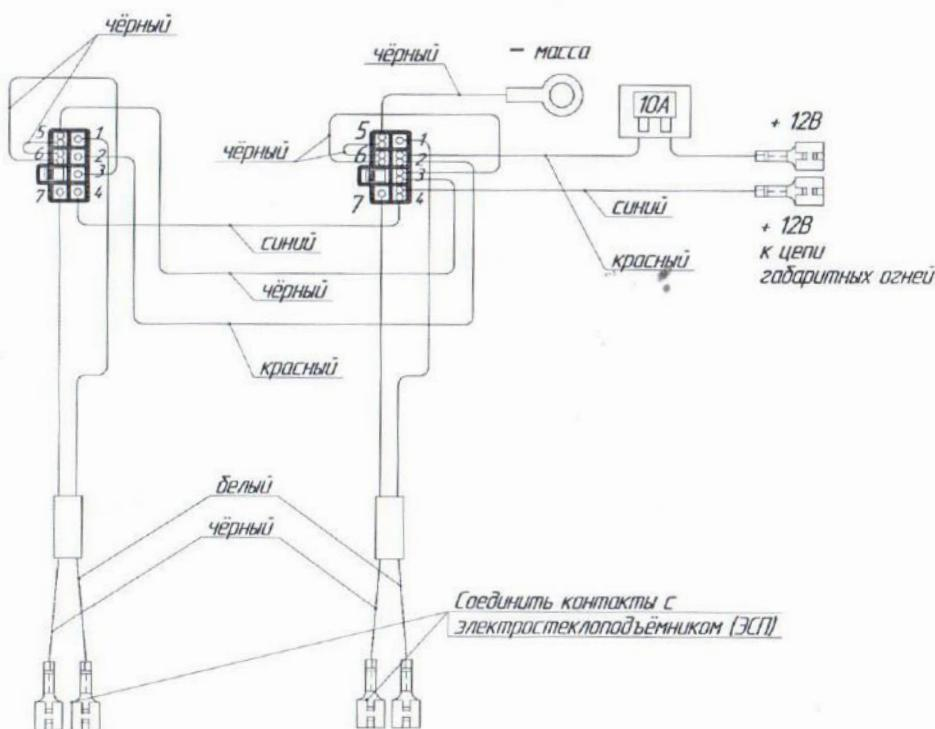

Рис. 3. Схема подключения электростеклоподъёмников к бортовой сети автомобиля.
Контакты на другом конце провода соединить с электродвигателем ЭСП (см. рис. 3). При необходимости изменения размеров жгута использовать провода с сечением не менее 0,75 кв. мм.
6.8. Выполнить соединения проводов питания и подсветки в соответствии со схемой подключения ЭСП (см. рис. 3).